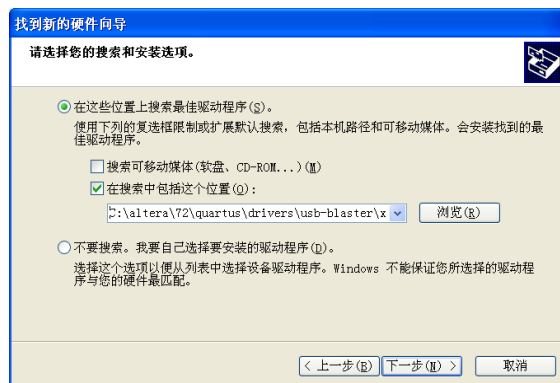

图 7 找到硬件向导
- c) 在新对话框(图 7)中选择“在这些位置上搜索最佳驱动程序”，“在搜索中包括这个位置”，点击浏览；